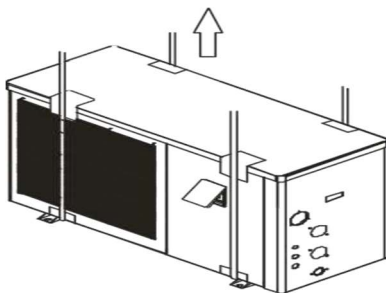

図6: 調査図
- セットの移動には、4本以上のソフト・リフティング・ベルトを使用します (図6参照)。